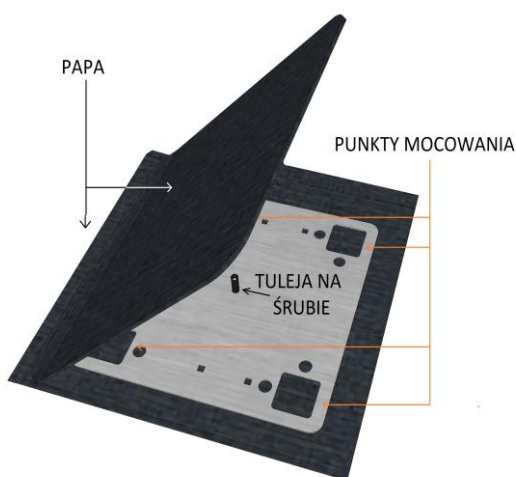

RYS. 7 Przykład montażu na membranie
11. Do zamontowanych poprawnie płyt montażowych, należy na wystający gwint nałożyć gumę uszczelniającą K-53 i nakrętkę K-21 w taki sposób jak na poniższym rysunku. Nakrętkę należy dokręcić, aż guma będzie przylegała do poszycia dachu z momentem 10Nm – rys.7.